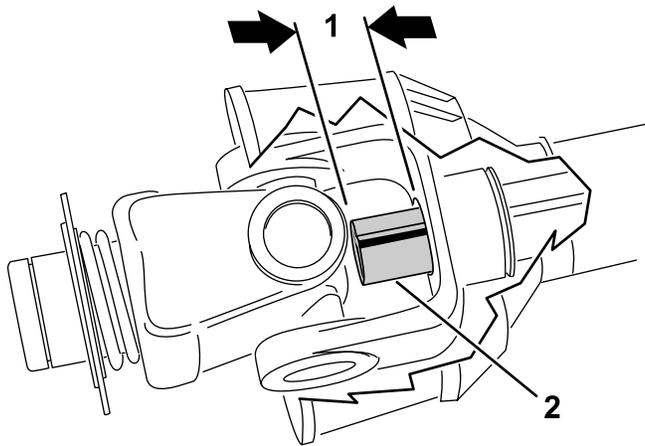

図 16
9. PTO シャフトのチューブを押し縮めて一番短くなった状態にする。内側のシャフトが飛び出して外側のシャフトのクロス部やベアリング部に入らないことを確認する 図 16。入り込むようであればもう少し内側シャフトを短く切断して修正する。次の手順へ進む。
10. 内側のシャフトが外側のシャフトのクロス部やベアリング部に入っている深さを測定する 図 16。この値を、先ほどのステップ 8 で求めた値に加える。